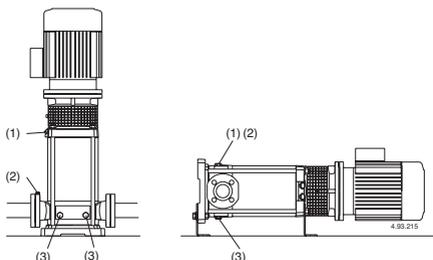

Рис. 4 (1) Наполнение и отдушина
При положении насоса выше уровня перекачиваемой жидкости (работа в режиме всасывания, рис. 3А) или при недостаточной высоте напора (менее 1 м) для открытия обратного клапана наполните всасывающую трубу и насос через соответствующее отверстие (1) (рис. 4).
Во время наполнения винт со штифтом (14.17) в сливной пробке (14.12) должен быть откручен, чтобы имелось соединение между камерой подающей части и камерой всасывающей части (рис. 4а).
Рис. 4а Наполнение: внутренний проход открыт
Рис. 4б При работе: внутренний проход открыт
При работе под гидравлическим напором (рис. 3В) наполняйте насос, медленно открывая задвижку на всасывающей трубе до полного раскрытия; при этом, задвижка в подающей трубе и отдушины (1) и (2) должны быть полностью открыты (рис. 4), чтобы выпустить воздух. **MXV.. 65-80**
Закройте отдушину (1) и (2) (рис. 4).
Для MXV-B, MXV(L) 25-32-40 и MXV(L)4 25-32-40 Затяните игольчатый винт (14.17) в сливной заглушке (14.12) (рис. 4б) и закройте отверстие для выпуска воздуха (14.04).
Если заливка прерывается (непостоянный поток на подаче при открытых задвижках) или если давление на манометре колеблется, провести повторный выпуск воздуха на всасывании (2), проверить герметичность всех соединений всасывающей трубы и крепко затянуть выпускную заглушку (2) и сливные заглушки (3) со стороны всасывания (рис. 4).
По возможности, как в случае временной работы с грязными жидкостями, прокачайте через насос немного чистой воды для удаления осадков. Либо, после слива воды, промойте насос, залив не менее 4 л чистой воды в заливочное отверстие (1) со стороны подачи и дав ей выйти через сливное отверстие (3) со стороны всасывания (рис. 4).
Перед разборкой насоса отсоединить провод от зажимной коробки, откройте задвижки на всасывании и подаче и слейте жидкость из корпуса насоса (рис. 4).